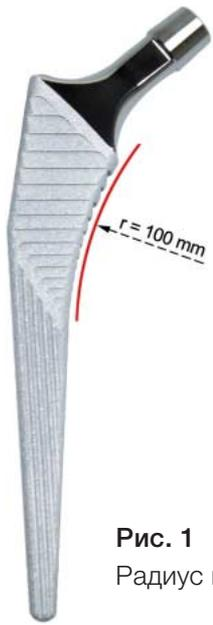

Рис. 1
- Большой медиальный изгиб, радиусом 100 мм, обеспечивает метафизарную опору, фиксацию и перенос нагрузки, а также анатомичность дизайна, необходимую для первичной и длительной стабильности (рис. 1).